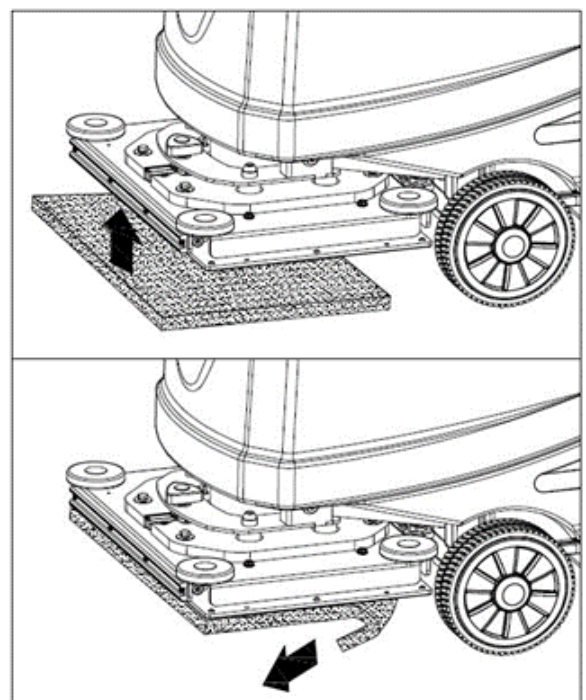

Figura 5.1
1. Eleve la cubierta pulsando el interruptor (46).
2. Instale y desmonte la almohadilla (A, Figura 5.1)